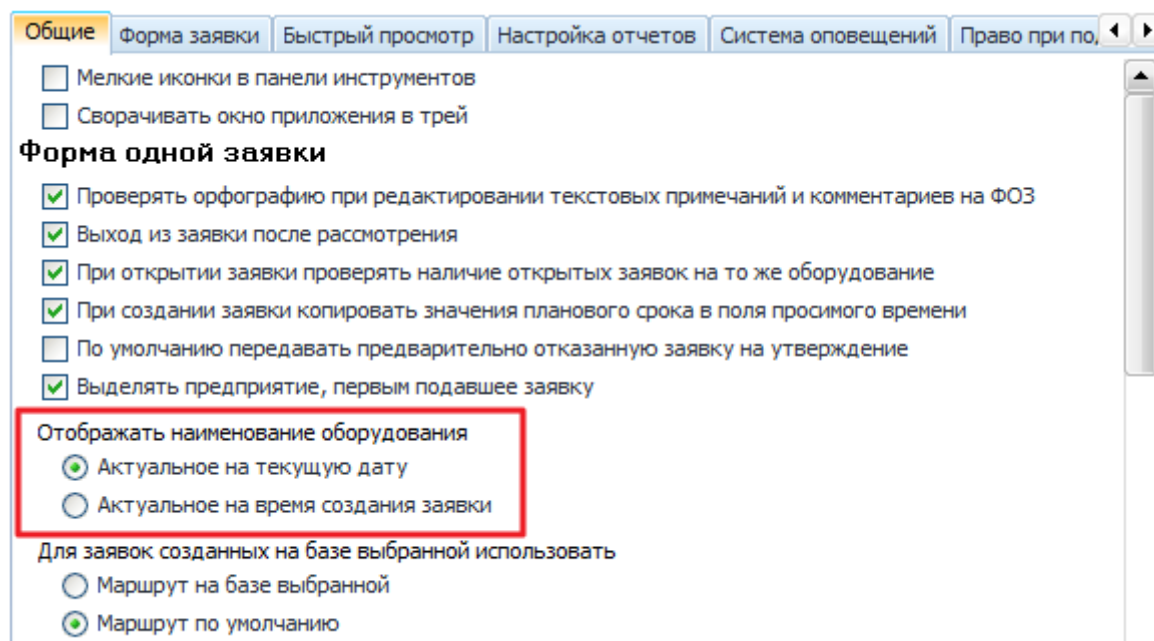

Рисунок 16.8 – Настройка отображения наименования оборудования
- **«Отображать наименование оборудования».** Для настройки отображения на ФОЗ наименования оборудования необходимо установить одно из значений (Рисунок 16.8):